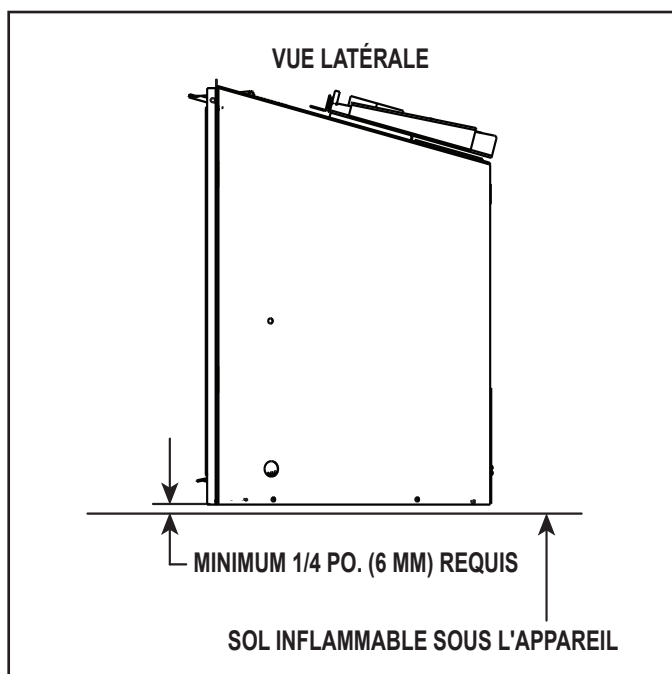

Figure 3.20 Dégagement pour le plancher de combustible solide
- Un espace minimal de 6,35 mm (1/4 po) entre le bas de l'appareil et le sol métallique de la boîte à feu pour combustible solide est **RECOMMANDÉ**. Voir la vue de côté à la Figure 3.20.
- Un plancher inflammable sous l'appareil est acceptable avec un espace de 6,35 mm (1/4 po). Voir la figure 3.20.